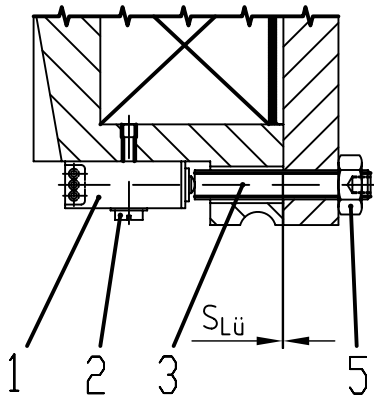

Bild 2 : Mikroschalter Typ 191-112
1. Mikroschalteranbau nach T 14.0859 / Bild 2